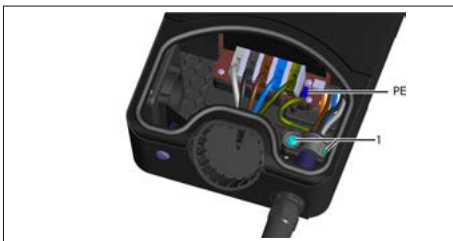

Fig. 06: Kabelklemme / PE-Leiter Ladekabel
- ▶ Kabelklemme vom Ladekabel entfernen (Fig. 06; 1).